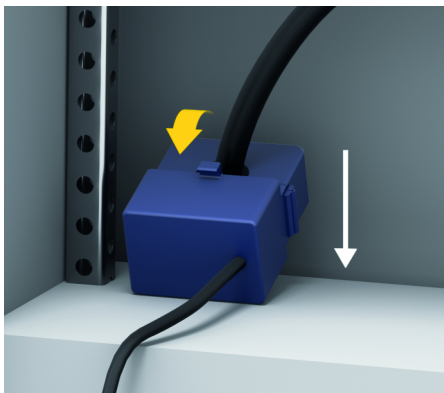

Fig. 15: Instalación de ejemplo, sensor de corriente
- ▶ Siga la dirección de medición del sensor (Fig. 15, flecha blanca).
- ▶ Seleccione una ubicación para la instalación con cables que vayan en línea recta y respete la dirección de medición (**la flecha que apunta a la carga eléctrica**) (Fig. 15, flecha blanca).
- ▶ Inserte el cable de instalación en el sensor de corriente y cierre la tapa del mismo (Fig. 15, flecha amarilla).